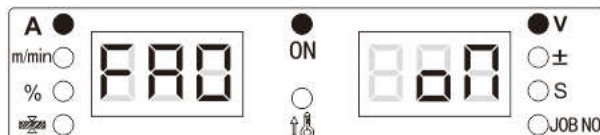

Рисунок 3-16. Отображение функции FA0 на цифровых дисплеях
2. Поворотом регулятора панели управления установите выбор функции FA0 (см. Рисунок 3-16).